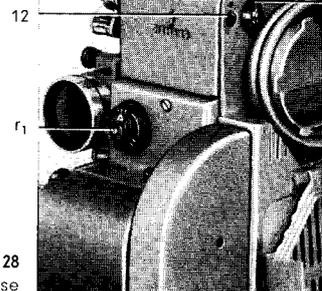

Bild 28
1. Rändelknopf der Blendenachse so lange drehen, bis Markierungsstrich der Dreiflügelblende nach oben zeigt. (Siehe  $r_1$  im Bild 28.)